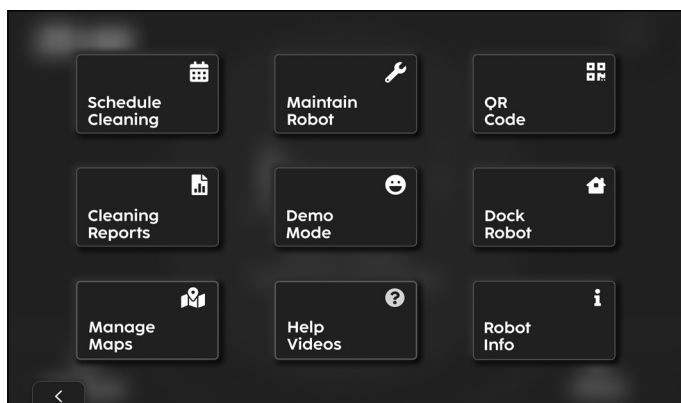

Figure 48
1. À partir de la page d'accueil, appuyez sur l'icône « Plus d'options » et sélectionnez « Programmer le nettoyage » (**Fig. 48**).